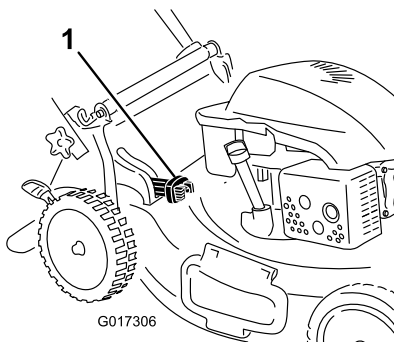

Figura 27
- Para ensacar los recortes de hierba y hojas, presione hacia dentro el botón de la palanca de ensacado a demanda y mueva la palanca hacia delante hasta que salga el botón de la palanca (Figura 27).